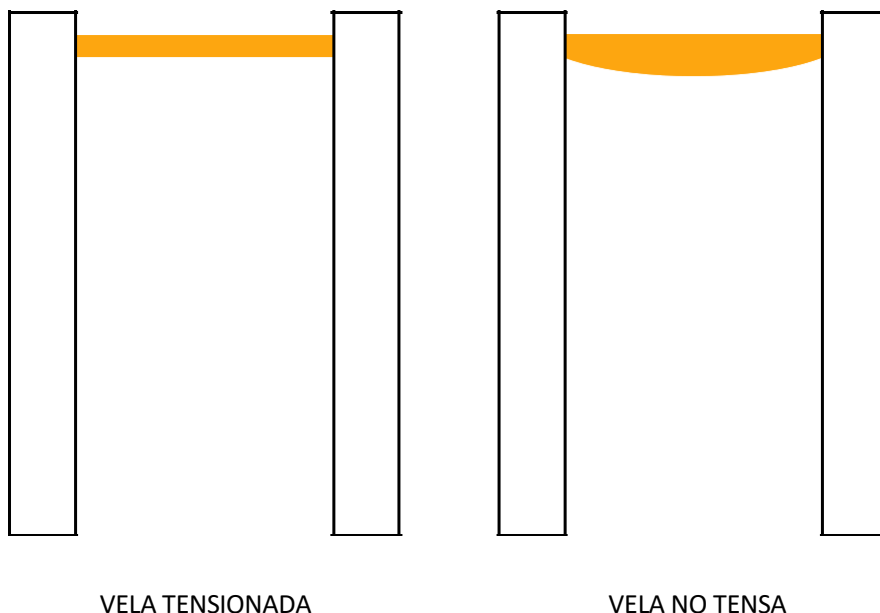

Figura 1 Posibles formas de montar la vela
- La instalación de la vela puede realizarse en función del concepto estético del lugar donde se vaya a colgar (Figura 1.), pero hay que tener en cuenta que no se puede conseguir una superficie plana con una vela fijada sólo en las esquinas.